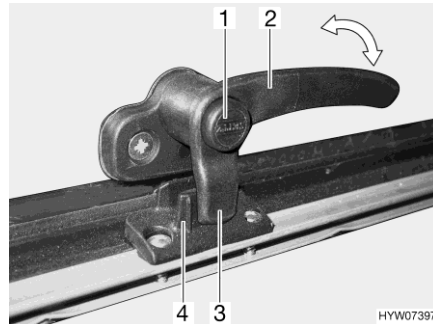
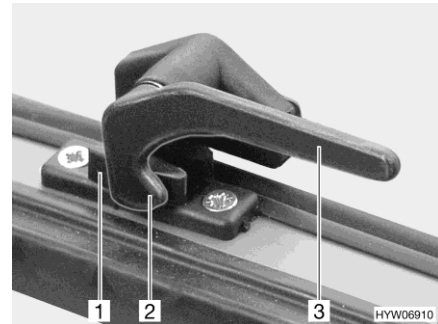

Fig. 97 Palanca de bloqueo con botón de seguridad en la posición "cerrada"
Fig. 98 Palanca de bloqueo en la posición "cerrada"
- Si existe, pulsar el botón de seguridad (Fig. 97,1) y mantenerlo pulsado.
- Girar la palanca de bloqueo (Fig. 97,2 ó Fig. 98,3) un cuarto de vuelta hacia la mitad de la ventana.
- Girar la palanca de bloqueo (Fig. 97,2 ó Fig. 98,3) un cuarto de vuelta hacia el marco de la ventana.
El saliente de bloqueo (Fig. 97,3 ó Fig. 98,2) de la palanca de bloqueo se encuentra en la cara interior del bloqueo de la ventana (Fig. 97,4 ó Fig. 98,1).
- En la posición "cerrada fijamente" (Fig. 97 y Fig. 98)